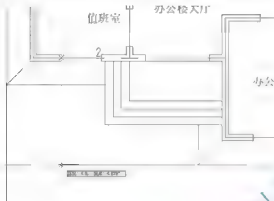

图 3.38 在辅助线上确定第二条尺寸界线的起点
② 在指定第二条尺寸界线原点: 提示下, 如图 3.38 所示, 捕捉 B 轴线和窗洞口左侧的交点(即 1 处), 但不单击, 将光标向下慢慢拖动至拉长的散水线上, 出现交点捕捉后单击, 将该点作为线性标注的第二条尺寸界线的起点。